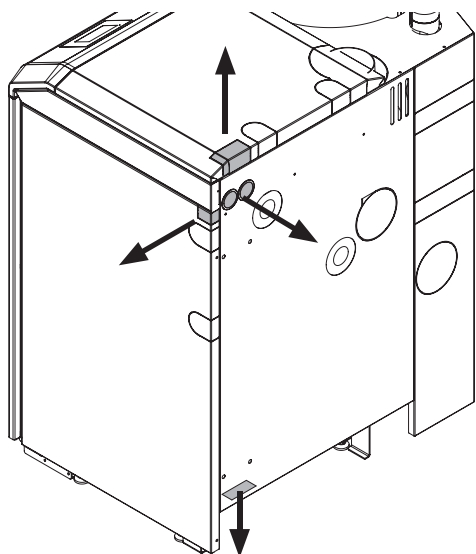

Fig. 122 Passacavi nel rivestimento di BioWIN2 Hybrid – vista dal retro
- ▶ Il collegamento alle morsettiere (morsetti senza viti con molla a gabbia) deve avvenire per mezzo di cavi flessibili in PVC a fili sottili. I cavi possono essere posati dall'alto, dal basso, da destra e da dietro attraverso i passaggi cavo prepunzonati (Fig. 122).
- ▶ Fare attenzione a posare separati il cavo a bassissima tensione (0-12 VDC) e il cavo a bassa tensione (230 VAC)! Posare i cavi negli appositi guidacavi – Fig. 122.